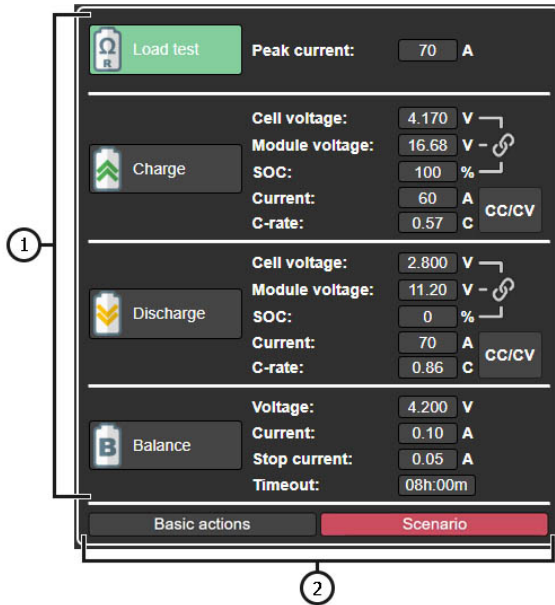

Figura 6.2
- 4: Bloque de selección del modo de funcionamiento del probador y configuración individual de los parámetros de prueba de la batería (ver explicación en la Figura 6.2).
El bloque de selección del modo de funcionamiento del probador y configuración individual de los parámetros de prueba de la batería (ver Figura 6.2) incluye lo siguiente: